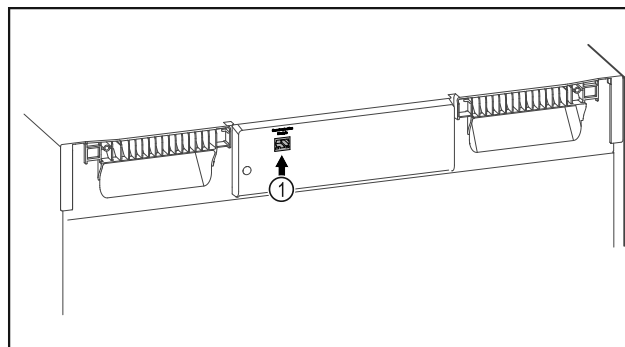

Fig. 154
- Vstavljen je SmartModule Fig. 154 (1).